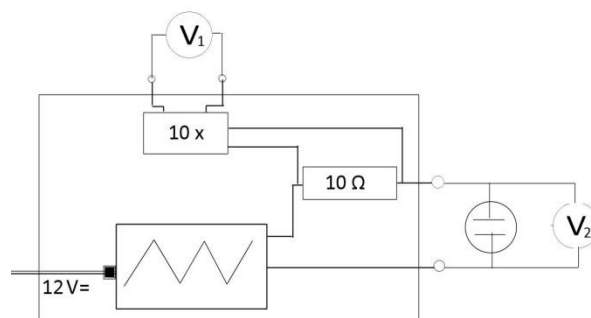

Figura 4 - esquema da caixa de alimentação. O símbolo  é usado para os eletrodos.
Na figura 4 é mostrado um esquema da fonte de alimentação AC representada com um desenho de forma triangular na caixa. Durante o experimento você irá conectar as entradas do lado direito com os eletrodos para efetuar as medições de condutância. Para medir a corrente, a caixa tem uma resistência $R_1=10\Omega$ e um amplificador para aumentar a tensão através do resistor em 10 vezes. A saída é medida entre as duas entradas superiores.
3. Construa o circuito elétrico usando o esquema da figura 4. Certifique-se de que os multímetros estão na configuração mV $\overline{\approx}$, AC (usando o botão azul para que “AC” apareça na tela) para corrente alternada e conectados às tomadas apropriadas.